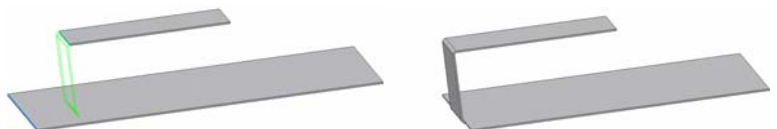

Bild 40: Doppelbiegung mit Option „90°“
4. Nach Auswahl zweier Kanten und Vorgabe einer doppelten 90°-Biegung (Option "90°"). Die eingefügte Fläche steht rechtwinklig zur Basisfläche (Bild 40)